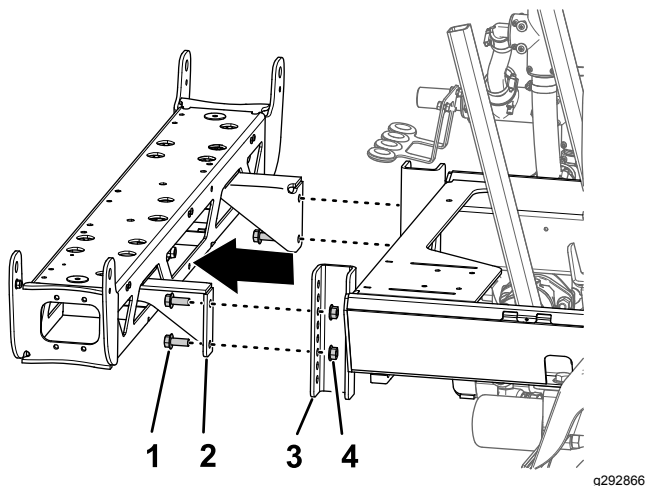

Рисунок 81
3. Выверните 4 болта с фланцевыми головками ($\frac{1}{2} \times 1\frac{1}{4}$ дюйма) и 4 фланцевые контргайки ($\frac{1}{2}$ дюйма), которые крепят опорные кронштейны средней секции стрелы к монтажному швеллеру на раме опрыскивателя, и снимите среднюю секцию стрелы с машины (**Рисунок 81**).